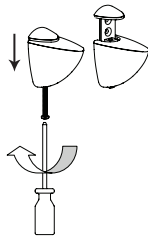

Figura 1
**PASO 1:** Afloje el tornillo de ajuste en el agarre del estante hasta que aparezca el orificio interno, como se muestra en la **Figura 1**. Repita el procedimiento para el otro agarre del estante.